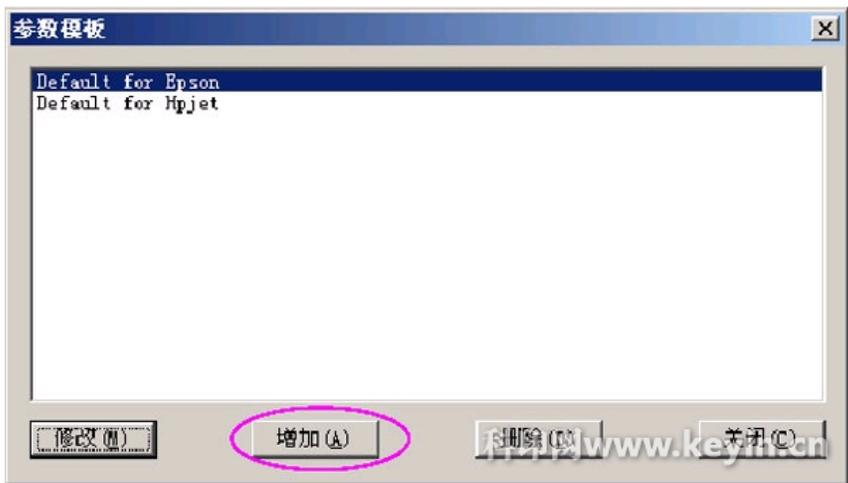

图3 参数模板对话框
3. 设置所需要的参数模板。参数模板中将记录着所做的一切设置，一旦设定完成，在以后的操作中就只需要选择已经设定的模板就可以完成正常的打印工作，不再需要重新设置。在文件菜单下，选择“参数模板”（或直接用热键Ctrl+T），弹出参数模板对话框，如图3所示。